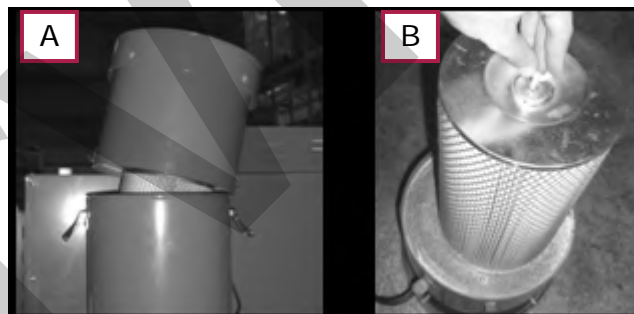

Figura 23 – Smontaggio del filtro ciclone
1. Spegnerne gli interruttori dell'illuminazione e dell'accensione aspirazione mettendoli in posizione (I).
4. Sganciare i ganci di chiusura del gruppo motore-filtro dell'aspiratore (Figura 23/A), dopodiché rimuovere il gruppo stesso.
6. Svitare il dado "ad alette" di fissaggio del filtro (Figura 23/B).